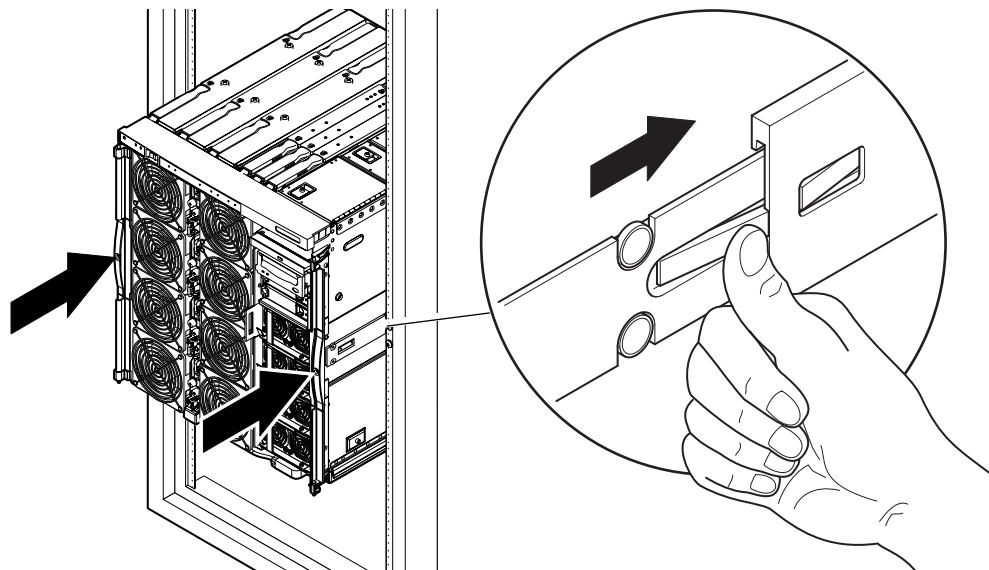

FIGURE 1-11 Installation du système dans l'armoie
11. Appuyez sur les loquets verts de chaque glissière et enfoncez le système dans l'armoie (FIGURE 1-11).